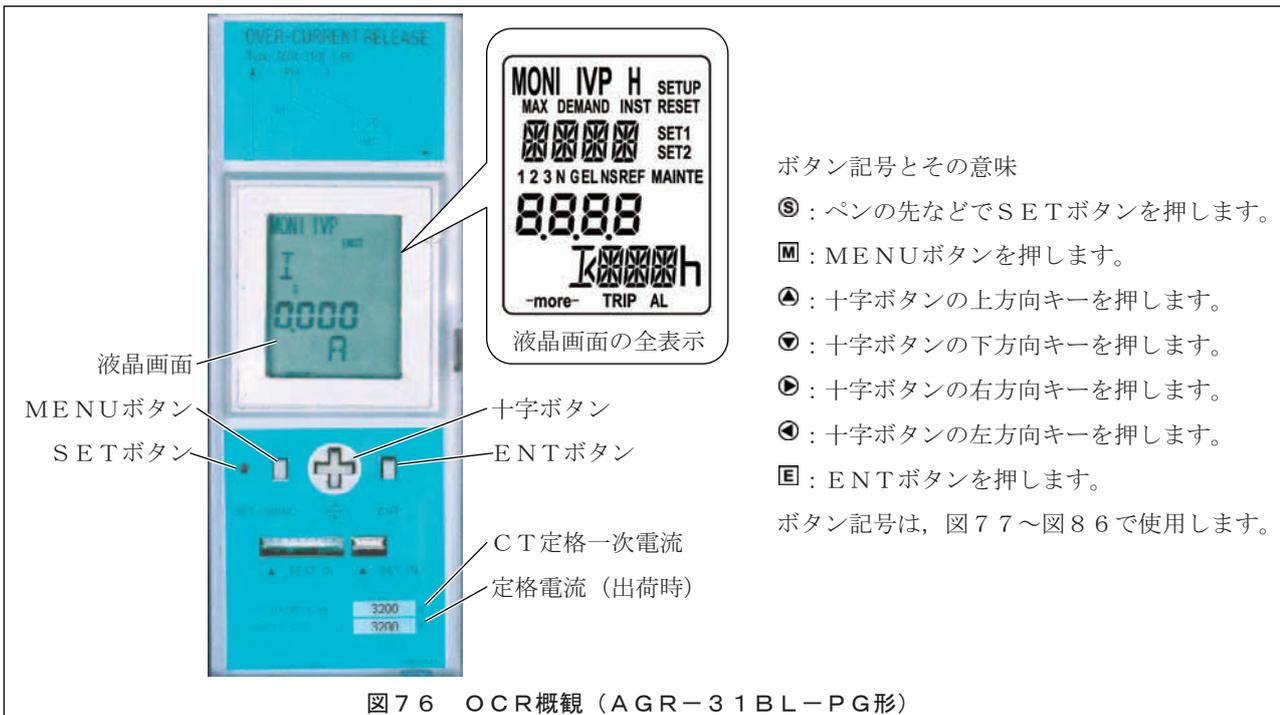

図76 OCR概観 (AGR-31BL-PG形)
- 3) 計測値の表示と特性の設定は、SETボタン、MENUボタン、十字ボタン、ENTボタンの4つのボタンで行います。図76にOCRの概観を示します。